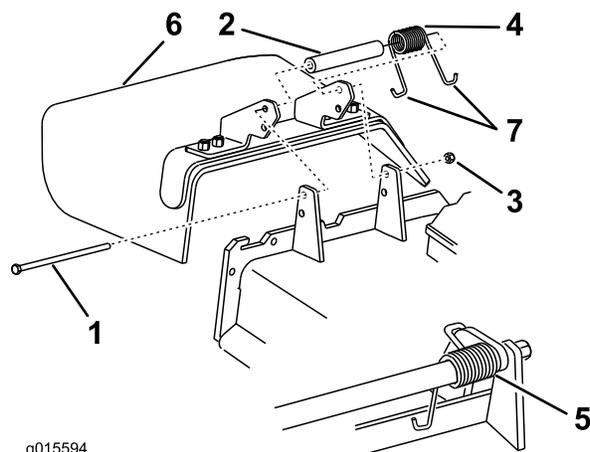

Figure 89
- Remettez le boulon et l'écrou. Accrochez l'extrémité en J du ressort au déflecteur d'herbe (Figure 89).
**Remarque:** Prenez soin de placer une extrémité en J du ressort derrière le bord du tablier avant de mettre le boulon en place, comme illustré à la Figure 89.
- Retirez le contre-écrou, le boulon, le ressort et l'entretoise qui fixent le déflecteur aux supports de pivot (Figure 89). Enlevez le déflecteur s'il est endommagé ou usé.